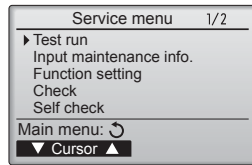

Fig. 7-4
- ③ Wählen Sie „Test run“ (Testlauf) mit einer der Tasten **[F1]** und **[F2]**, und drücken Sie die -Taste. (Fig. 7-4)